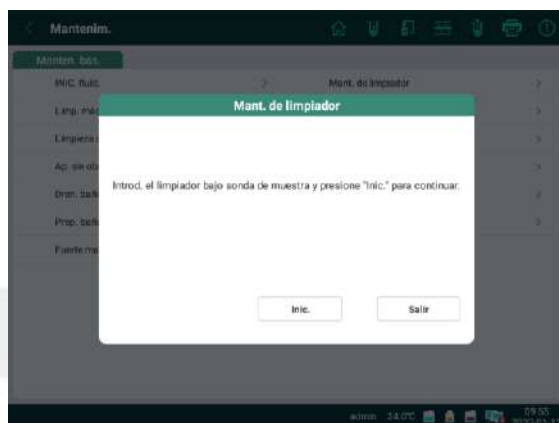

Imagen 13-1
1. Presione **Mant. de limpiador**. Aparecerá un cuadro, como se muestra en la Imagen 13-1. De acuerdo con las indicaciones, abra el limpiador HC600 y colóquelo debajo de la sonda de muestreo, como se indica en la Figura 13-1.